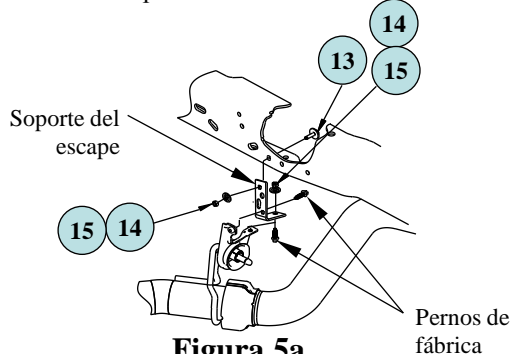

Figura 5a
- Si el espacio entre el tubo de escape y los travesaños del Hide-A-Goose es inferior a 1/2", se debe usar el soporte del escape provistos en el kit de montaje 4449. Ver la Figura 5a y 5b para los modelos 2008 y posteriores. Para la unión posterior (Figura 5a), sujetar la extensión del soporte provisto al soporte de fábrica con los pernos M8 de fábrica, luego sujetar la extensión al bastidor con las piezas suministradas. Volver a instalar el soporte del escape al frente del eje al travesaño del bastidor con espaciadores de 3/8" colocados entre el soporte y el travesaño.